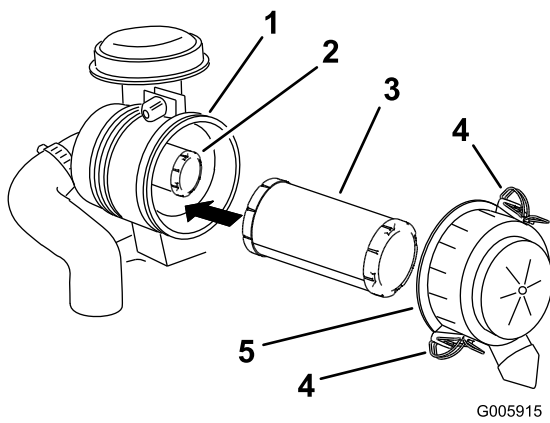

Figure 46
- Ouvrez les dispositifs de verrouillage du filtre à air et détachez le couvercle du corps du filtre (Figure 46).
- Sortez le préfiltre du corps du filtre avec précaution (Figure 46).
5. Fixez le couvercle avec les verrous (Figure 46).
2. Si vous remplacez l'élément intérieur, insérez-le avec précaution dans le corps du filtre (Figure 46).
3. Placez ensuite le préfiltre sur l'élément intérieur avec le même soin (Figure 46).